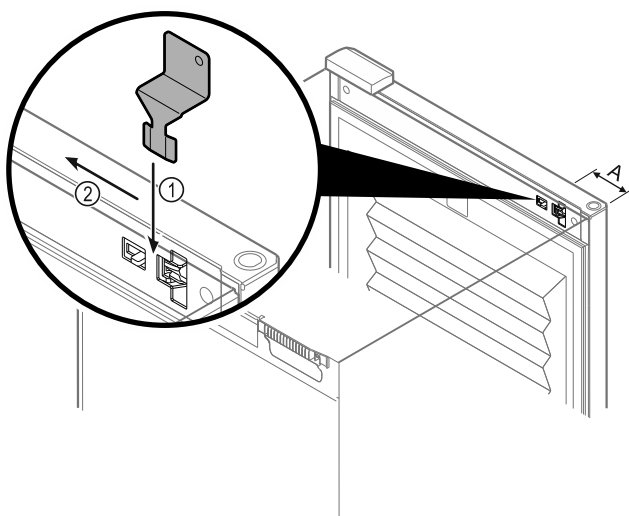

Fig. 106
- Klíč pro nouzové odblokování umístěte na dané místo Fig. 106 (A)  $\approx$  100 mm.
- Zasuňte klíč pro nouzové odblokování mezi dveře a korpus spotřebiče shora až na doraz Fig. 106 (1).
- Zatlačte klíč pro nouzové odblokování ve směru strany závěsu Fig. 106 (2).